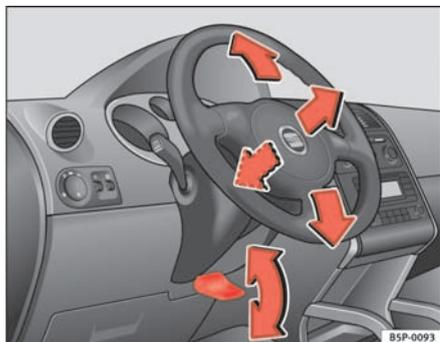

Fig. 127 Regolazione della posizione del volante
- Abbassare la leva ⇒ fig. 127 che si trova sotto il piantone dello sterzo ⇒ ⚠.